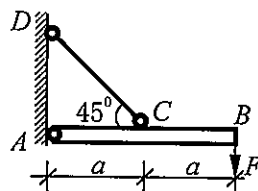

图 12
- 15 如图 12 所示结构中, AB 为刚性梁, CD 为弹性杆, 在 B 点作用铅垂荷载 F 后, 测得 CD 杆的轴向应变为 ε , 则 B 点的垂直位移为 ()